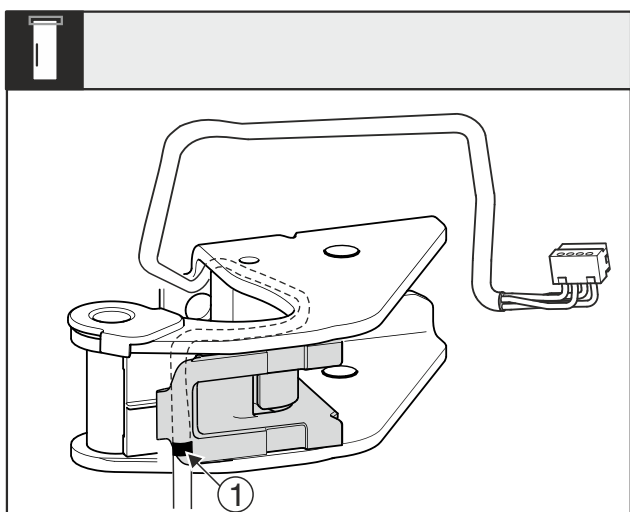

Fig. 28
- ▷ Środkowe oznaczenie Fig. 28 (1) musi się znajdować na krawędzi mocowania kabla.